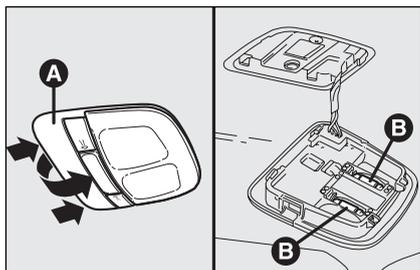

fig. 46
- enlever le plafonnier **A-fig. 46** en faisant pression sur les points indiqués par les flèches (en correspondance des languettes de retenue);